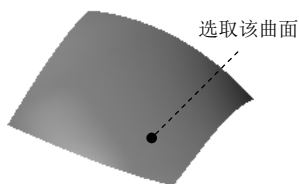

图 7.5.57 定义分析曲面
Step3. 定义分析曲面。在“分析曲面”对话框中单击  按钮，选取图 7.5.57 所示的曲面为分析曲面，然后单击“标准选择”工具栏中的  按钮完成分析曲面的定义。